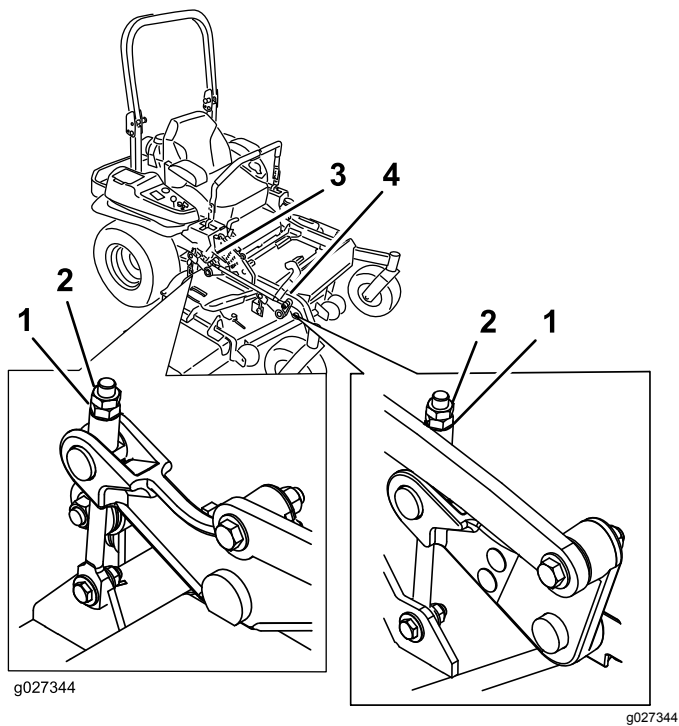

**Figura 93**
9. En ambos lados de la carcasa, mida desde la superficie nivelada hasta la punta delantera de la cuchilla (Posición A). La distancia debe ser de 7.6 cm (3"); consulte Figura 93.
16. En ambos lados de la carcasa, mida desde la superficie nivelada hasta la punta trasera de la cuchilla (Posición B). La distancia debe ser de 8.3 cm (3 1/4"); consulte Figura 93.